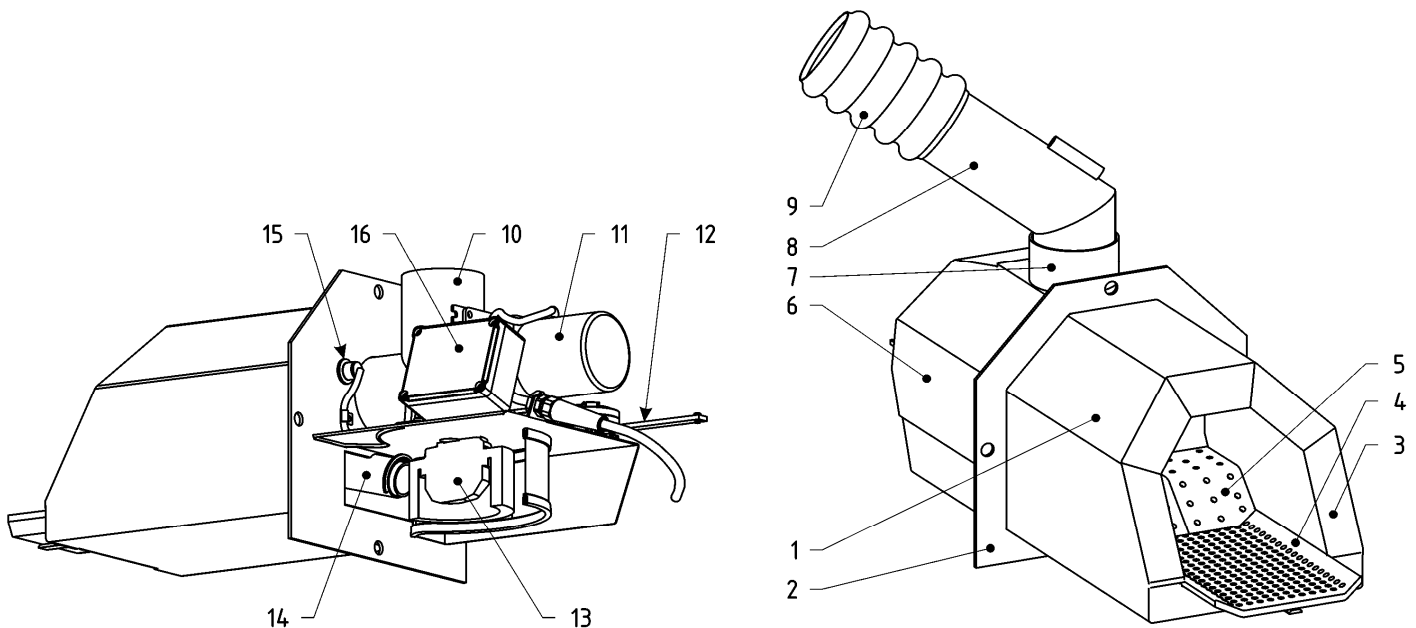
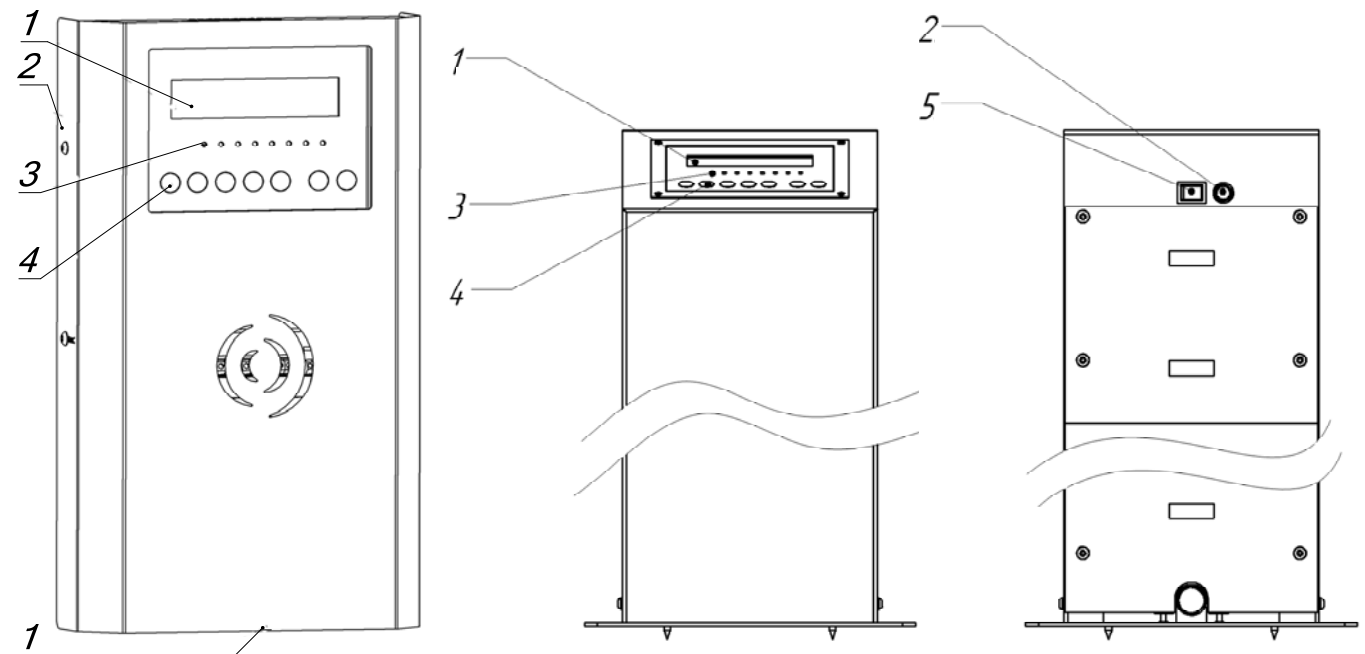

Рисунок 2. Устройство блока горелки OXI Ceramik+
Рисунок 3. Контроллер управления
Горелка (рисунок 2) крепится к дверке котла четырьмя болтами при помощи фланца (2). Фланец условно разделяет горелку на две части – механическую часть и топку. Механическая часть защищена кожухом (6). Топка горелки (1) внутри выложена огнеупорной керамикой (3). Топливо подается из бункера шнеком (рисунок 3), через гофрированный шланг (9) сыпается в колено питателя (8) и попадает в питатель (10). Гофрированный шланг выполняет противопожарную функцию – он изготовлен из легкоплавкого материала, при появлении обратной тяги и возгорании пеллеты в питателе шланг плавится и разрывает связь между горелкой и шнеком, предотвращая воспламенение топлива в бункере с пеллетой. В гильзе на колене питателя установлен аварийный термодатчик для контроля его температуры. Колено питателя фиксируется кольцом (7). Привод питателя (11) подает топливо на неподвижные колосники (5). Сжигание топлива происходит на подвижном колоснике (4). Колосники выполнены из жаропрочной нержавеющей стали. Движение подвижного колосника (4) возвратно-поступательное, в горизонтальной плоскости вдоль продольной оси горелки. Подвижный колосник зацеплен с колосниковой тягой, тяга приводится в движение приводом очистительного механизма (12), усилие от привода передается тяге посредством кронштейна тяги. Под питателем (10) находится нагнетающий вентилятор (13). Во время розжига зажигалка (14) нагревает проходящий через нее воздух, который воспламеняет пеллету. Наличие и яркость пламени контролируется фотодатчиком (15). В коммутационной коробке (16) установлена коммутационная плата, к которой подключены электрические узлы горелки и контроллер управления. Всеми процессами работы горелки управляет контроллер OXI КП 02.01 (рисунок 3).
Контроллер управления выпускается в настенном корпусе (рисунок 3 слева) и в напольном корпусе в виде колонны (рисунок 3 в центре и справа). На контроллере управления расположена панель управления и индикации с жидкокристаллическим дисплеем (1), светодиодными индикаторами (3) и кнопками (4), а также выключатель питания (5). Держатель предохранителя (2) в настенном исполнении контроллера находится под его лицевой панелью.